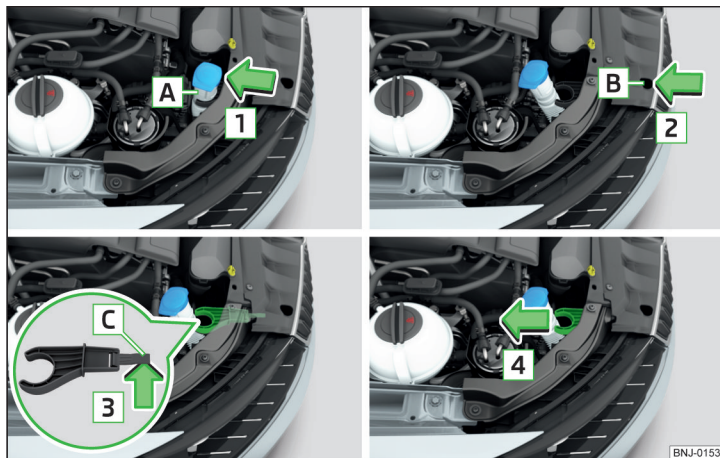

Bild 205 Demontera hållaren till spolarvätskebehållarens stuts
- › Haka ur behållarens stuts **A** ur hållaren i pilens riktning **1** » bild 205.
- › Skjut in hållaren för behållarens stuts mot pilens riktning **4** » bild 205.